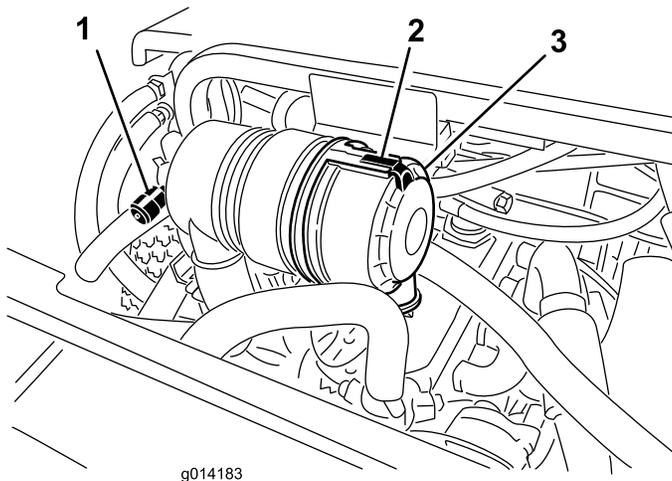

Figura 35
Faça a manutenção ao filtro de ar apenas quando o indicador de manutenção (Figura 35) o exigir. Mudar o filtro de ar antes de ser necessário apenas aumenta a possibilidade de entrar sujeira no motor quando se retira o filtro.
1. Liberte o trinco que fixa a cobertura do filtro de ar ao respectivo corpo (Figura 35).